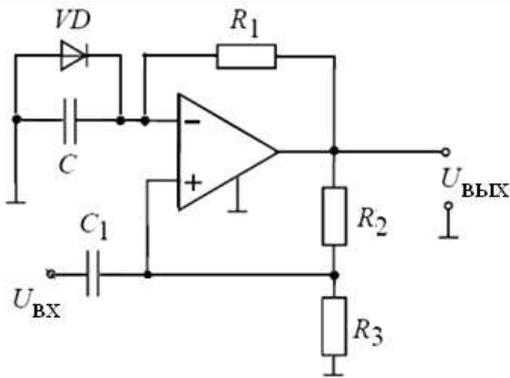

Рис. 14
14. Найти длительность импульса одновибратора (рис. 14), если известно, что  $R_1 = 2$  кОм,  $R_2 = 10$  кОм,  $R_3 = 5$  кОм,  $C = 2$  мкФ.